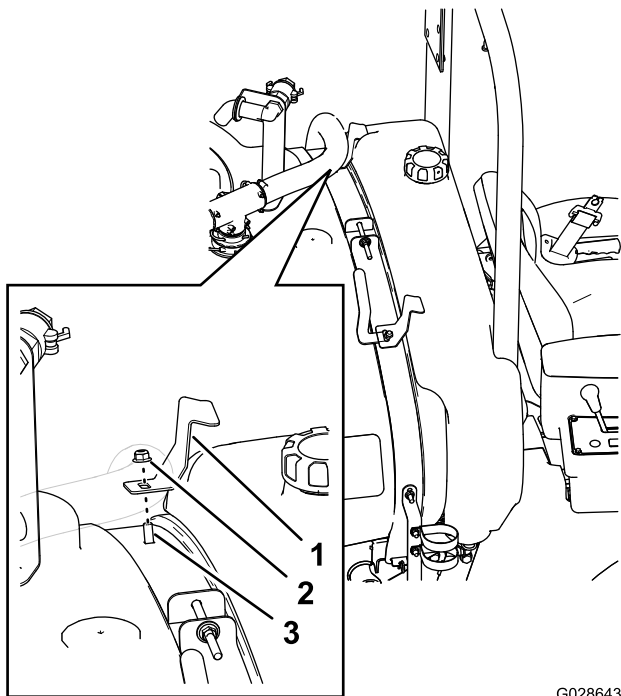

Figura 14
4. Aliniați rezervorul de clătire cu rezervorul de pulverizare, după cum se arată în Figura 14.
5. Aliniați consola stângă a rezervorului cu urubul de fixare ($\frac{3}{8} \times 1$ inch) la orificiul superior interior de pe colierul frontal stâng (Figura 14).
6. Fixați consola rezervorului de urubul de fixare i colier (Figura 14) cu ajutorul unei contrapiuli cu guler ($\frac{3}{8}$ inch).